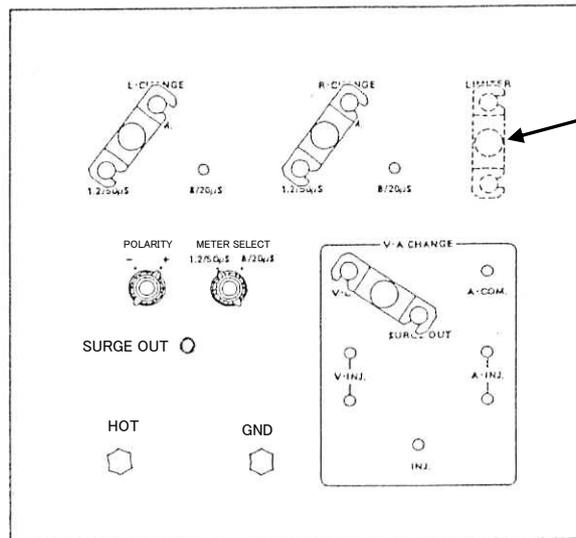

図4
2. 出力波形切替部を図4のように接続します。
3. 出力波形切替部を図 4 のように接続します。
5. SURGE ADJ ツマミ⑤を回して出力電圧指示値を 10kV に合わせたら、トリガースイッチ⑦を押してサージを出力し、オシロスコープ上の波形を確認します。